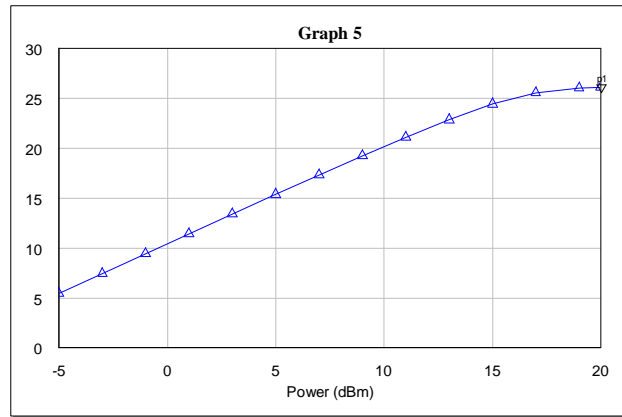

Рис.4
2.3.4. Рассчитать и вывести на график динамическую характеристику при одночастотном воздействии. Примерный вид характеристики показан на Рис.4